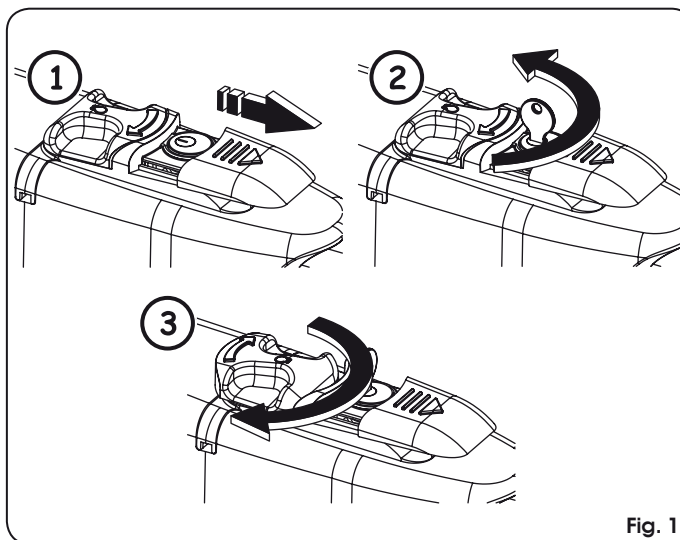

Fig. 1
2. Far scorrere il cappuccio protettivo, Fig. 1/1.
3. Inserire la chiave e ruotarla di 90°, Fig. 1/2.
4. Per sbloccare l'operatore ruotare di 180° la leva di manovra nella direzione della freccia presente sul sistema di sblocco, Fig. 1/3.